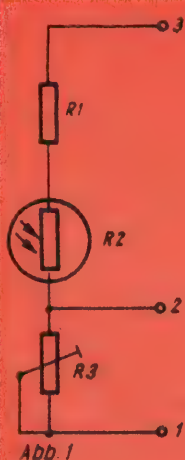

Abb. 1
Die Eingangsschaltungen nach Abb. 1 bzw. 2 zeigen ähnliches Verhalten. Die Schaltung Abb. 1 gibt bei Lichteinfall ein positives Signal, während die Schaltung Abb. 2 den nachfolgenden Transistor bei Lichteinfall zusteuert, das Signal also negiert. Diese Schaltung hat bei geringem Lichteinfall auch eine geringere Lichtempfindlichkeit.
Günstiges Verhalten bei hoher Empfindlichkeit erhält man durch die Kombination der Schaltungen nach Abb. 1, 4 und 5. Im Mustergerät reichte bei entferntem Widerstand R3 das Licht einer Straßen-Gaslaterne aus, um die Parkbeleuchtung auszuschalten. Mit R3 kann die erforderliche Licht-Schaltswelle eingestellt werden. Eine Kombination der Schaltungen Abb. 1, 3, 5 und 6 kommt zwar ohne das Relais aus, ist aber nicht so lichtempfindlich.
- 7 Skizze der Leiterplatte mit Bestückung (Kombination Abb. 1, Abb. 4 und Abb. 5)
8 Parkleuchte mit Kombination Abb. 1, Abb. 3, Abb. 5 und Abb. 6